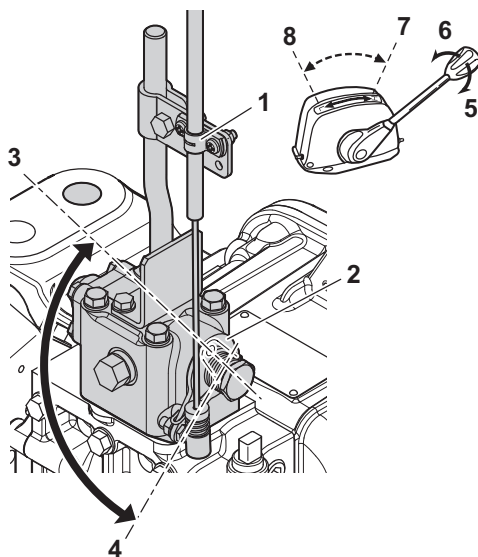

Figura 6
1. Assicurarsi che la leva pesca a traina (**Figura 6, (2)**) sia nella posizione alta velocità (**Figura 6, (4)**) quando l'impugnatura del comando a distanza pesca a traina è in posizione alta velocità (**Figura 6, (7)**).
2. Assicurarsi che la leva pesca a traina sia nella posizione bassa velocità **(Figura 6, (3))** quando l'impugnatura del comando a distanza pesca a traina è in posizione bassa velocità **(Figura 6, (8))**.
3. Per regolare, allentare la vite di regolazione del raccordo cavo **(Figura 6, (1))** e regolare la posizione del cavo.